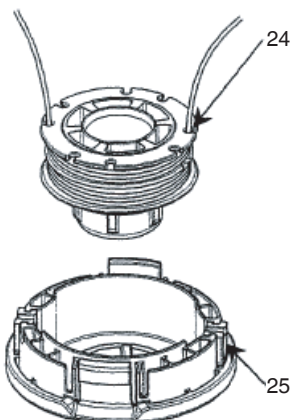

Fig. 29
(5) Insérez les deux bouts libres du fil dans le guide-cordon (25) lorsque vous placez la bobine dans le boîtier. (Fig. 29)